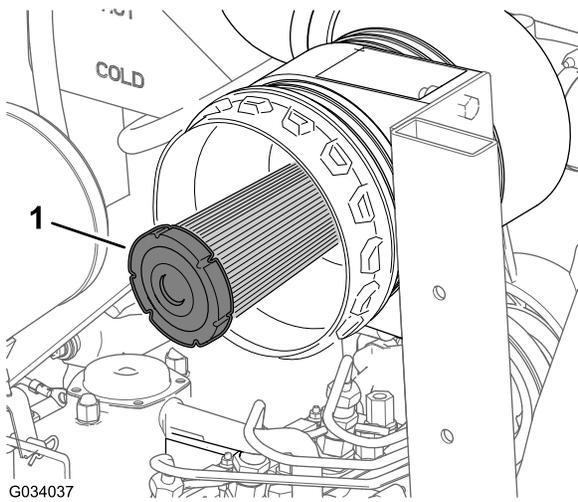

Figura 46
2. Compruebe que no hay polvo o residuos en el filtro de seguridad del limpiador de aire (Figura 46).
Importante: No intente nunca limpiar el filtro de seguridad (Figura 46). Sustituya el filtro de seguridad después de cada tres revisiones del filtro primario.